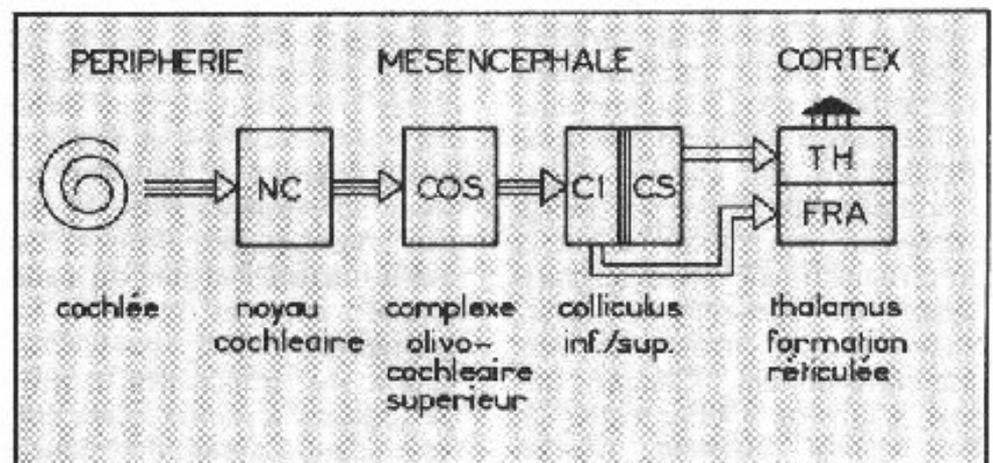

Fig. 3 : Voies auditives ascendantes (très simplifiées).
Les voies auditives empruntent de nombreuses structures sous-corticales avant de joindre le cortex où elles se disséminent. Cf. fig. 3. Examinons-en quelques-unes. Le **Complexe Olivaire Supérieur COS**, ancien dans l'évolution des êtres vivants, comporte des cellules excitées par les deux cochlées (EE), excitées par l'une, inhibées par l'autre (EI). Un premier groupe de neurones fonctionne pour les fréquences — étalées